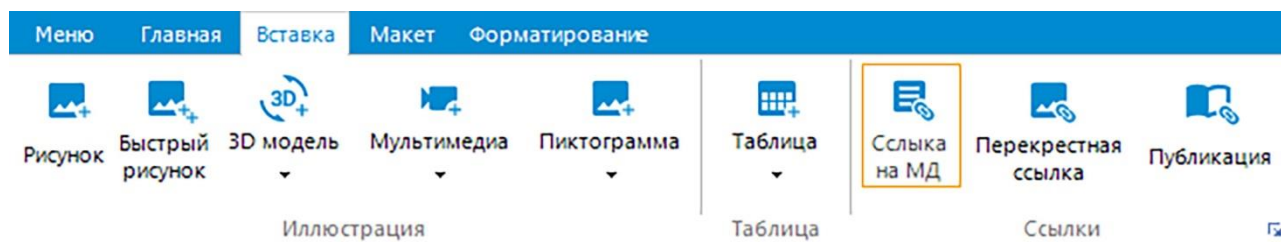

Рисунок 255
2) На инструментальной панели **Вставка** нажмите на кнопку **Ссылка на МД**  (рисунок 255).